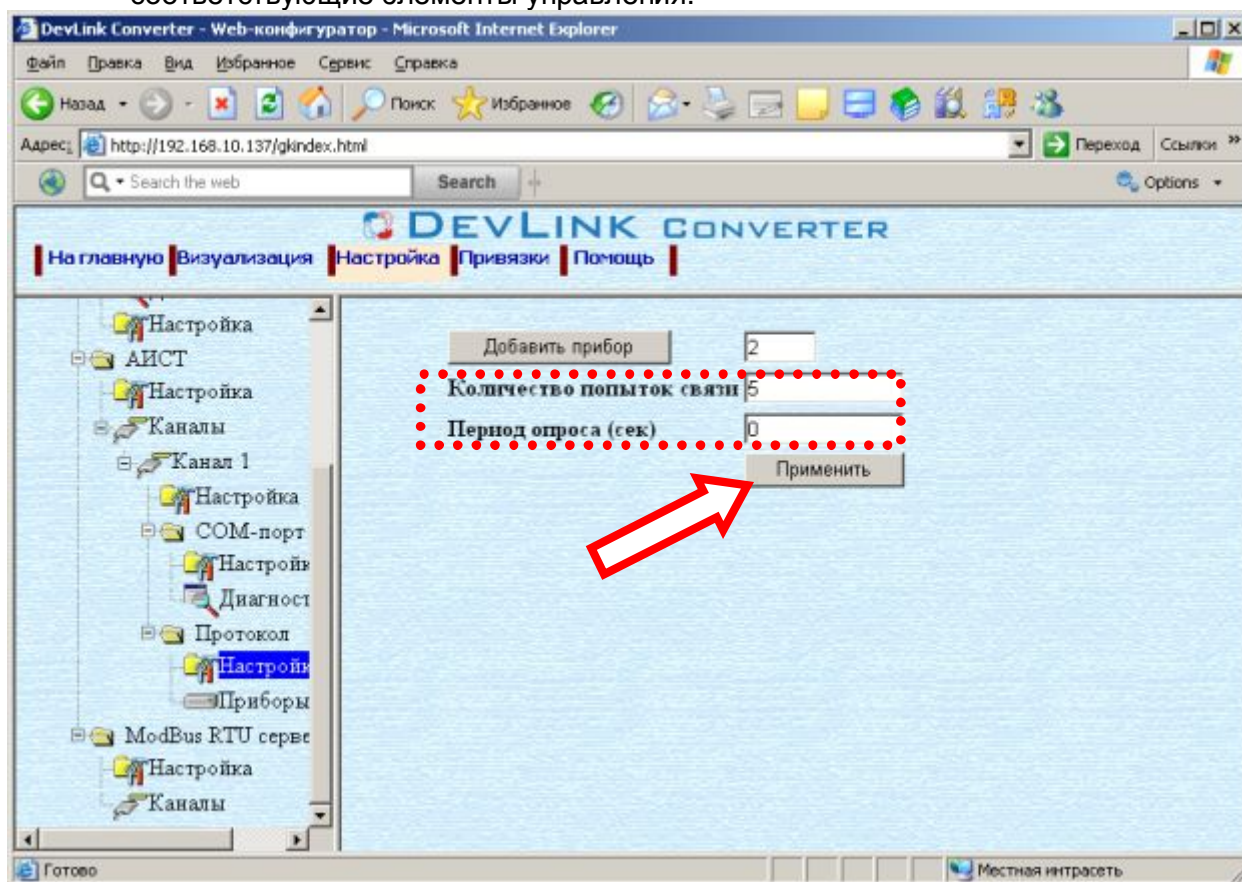

Рисунок 3.9 – Настройка протокола
- Выберите в дереве объектов папку «*Настройка*» протокола нужного канала драйвера (рисунок 3.9).
- Задайте необходимые параметры и нажмите кнопку «*Применить*» (рисунок 3.9).